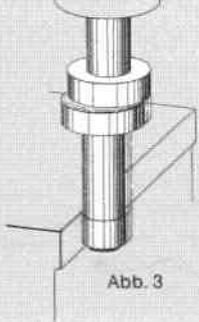

Abb. 3
4. Feinfühlig weiterfahren bis Tastkopf längs der Bezugsfläche ruckartig abläuft. Der Messvorgang ist nun beendet (Abb. 3).